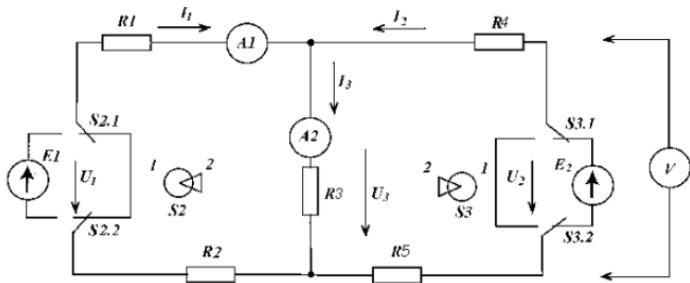

Рис. 3
4. Собрать электрическую схему рис. 3 и обязательно предъявить ее для проверки преподавателю.